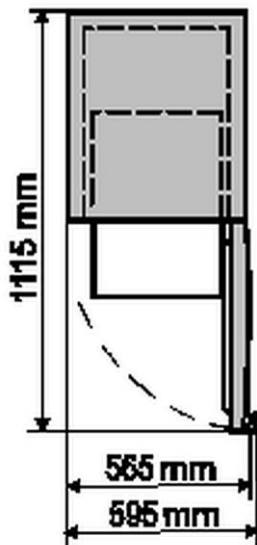

Рис. 3 Вид зверху з відкритими дверцятами пристрою
- Якщо пристрій розміщено в кутку, необхідно залишити збоку відстань не менше 60 мм (рис. 3), щоб можна було повністю відкрити дверцята пристрою з ручкою.